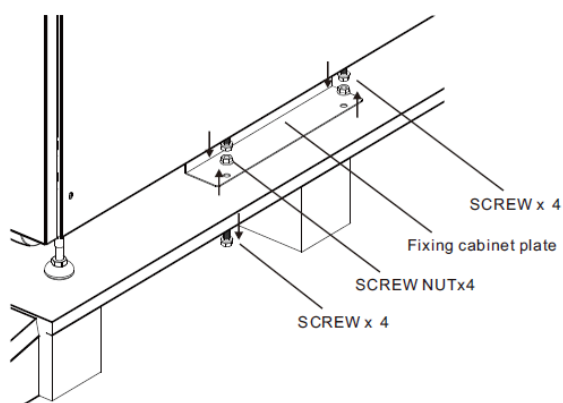

Figura 2-4
4. Rimuovere le 2 placche di fissaggio dell'armadio e allentare i piedini di livellamento ruotandoli in senso antiorario. Poi, rimuovere l'armadio dal pallet. Riferimento Figura 2-4.